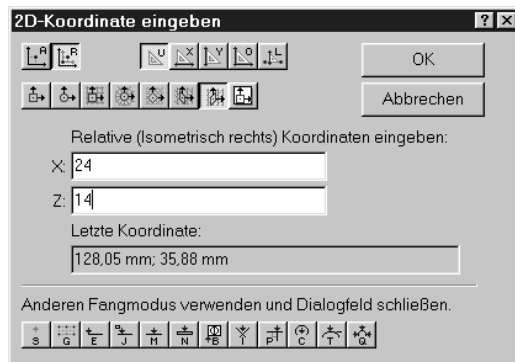
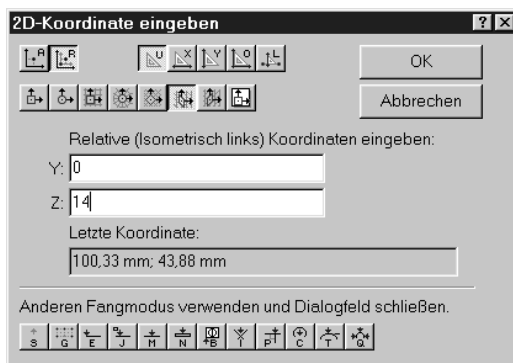
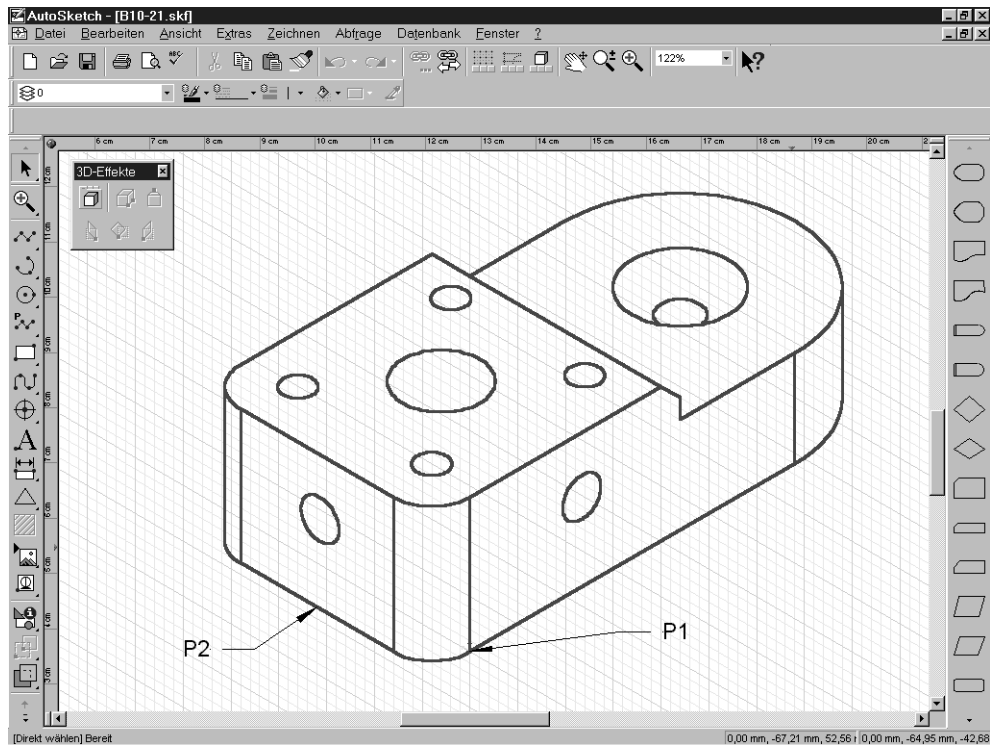

Abbildung 10.19:
Abbildung 10.20:
Abbildung 10.21: Das Teil mit den zusätzlichen Bohrungen
Haben Sie nachträglich noch irgendwelche Änderungen an den isometrischen Ebenen anzubringen, können Sie auch auf den Ebenen zeichnen. Die Objekte werden allerdings in der normalen Ansicht erstellt. Sie müssen sie nachträglich auf die Ebene transformieren. Machen wir zwei Versuche: Auf der rechten Ebene soll noch eine Bohrung mit dem Durchmesser 8 angebracht werden und auf der linken Ebene dieselbe Bohrung in der Mitte der Fläche (siehe Abbildung 10.21).
- Der Kreis soll relativ zum unteren Eckpunkt im Abstand von 24 mm in X-Richtung und 14 mm in Z-Richtung entfernt sein. Wählen Sie deshalb die Fangfunktion FANG – LETZTER PUNKT aus dem Flyout-Menü der Universal-Symbolleiste. Drücken Sie dann die Taste [E] für den Fang ENDPUNKT, und klicken Sie den Endpunkt P1 (siehe Abbildung 10.21) an. Drücken Sie dann die Taste [R] für eine relative Abstandsangabe, und schalten Sie im Dialogfeld auf die Koordinateneingabe für die rechte Ebene um. Tragen Sie dann im Dialogfeld den relativen Abstand 24 mm für X und 14 mm für Z ein (siehe Abbildung 10.19). Klicken Sie dann auf die Schaltfläche ABBRECHEN. Der Kreis sitzt an der richtigen Stelle, ist aber noch falsch ausgerichtet.
- Klicken Sie den Kreis an, und wählen Sie den Befehl TRANSFORMATION: ISOMETRISCH RECHTS aus der Symbolleiste 3D-EFFEKTE. Der Kreis wird in die isometrische Ebene transformiert und als Ellipse dargestellt (siehe Abbildung 10.21).
- Der Kreis soll auf der Mitte der Fläche platziert werden. Wählen Sie deshalb auch hier die Fangfunktion FANG – LETZTER PUNKT aus dem Flyout-Menü der Universal-Symbolleiste. Drücken Sie dann die Taste **[M]** für den Fang MITTELPUNKT, und klicken Sie den Mittelpunkt P2 (siehe Abbildung 10.21) an. Jetzt brauchen Sie wieder das Dialogfeld, damit Sie den Abstand der Bohrung vom letzten Punkt eingeben können. Drücken Sie die Taste **[R]** für das Dialogfeld. Schalten Sie auf die Koordinateneingabe für die linke Ebene um, und tragen Sie den relativen Abstand 0 mm für Y und 14 mm für Z ein (siehe Abbildung 10.20). Klicken Sie dann auf die Schaltfläche ABBRECHEN. Der Kreis ist gezeichnet.
- Klicken Sie jetzt den linken Kreis an, und wählen Sie den Befehl TRANSFORMATION: ISOMETRISCH LINKS aus der Symbolleiste 3D-EFFEKTE. Der Kreis wird in die linke isometrische Ebene transformiert (siehe Abbildung 10.21).